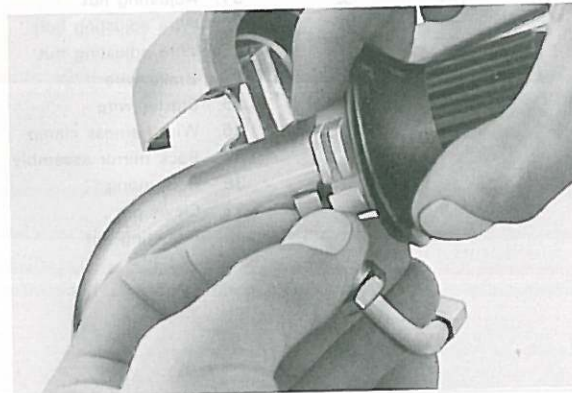

Fig. 5-10-2
1. Remove two phillips head screws from throttle housing assembly and separate two halves of housing. (Fig. 5-10-2)
1. Enlever les deux vis à tête phillips, et séparer les deux coquilles de la poignée d'accélérateur. (Fig. 5-10-2)
1. Zwei Kreuzschlitzschrauben von der Gehäuseeinheit entfernen und Gehäuse in zwei Hälften teilen. (Fig. 5-10-2)